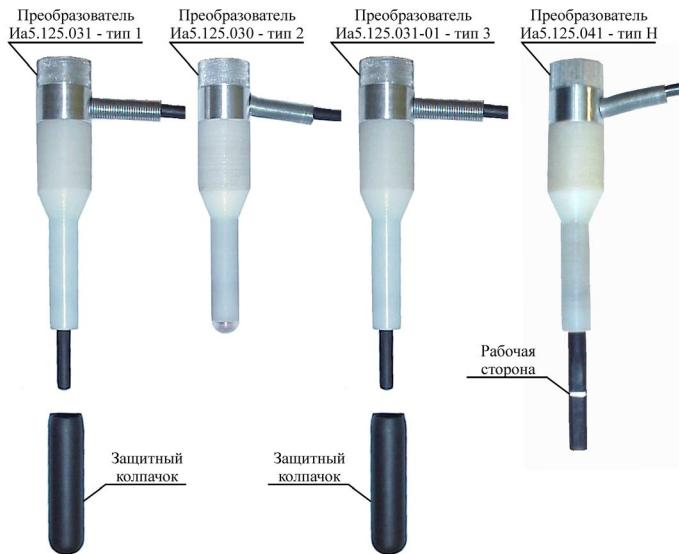

Рис. 3.3 Комплект преобразователей для дефектоскопа ВД-12НФП
3.7.1 Вихретоковый преобразователь (рис. 3.3) предназначен для преобразования неэлектрических величин (в виде локальных нарушений сплошности) в электрический сигнал, путем возбуждения в контролируемом изделии вихревых токов и последующем выделении сигнала, параметры которого (амплитуда и фаза) определяются действующим вторичным полем.
Внимание. При работе с преобразователями типа 1 – маркировка (●) и типа 3 – маркировка (●●●) снять защитный колпачок (рис. 3.3).